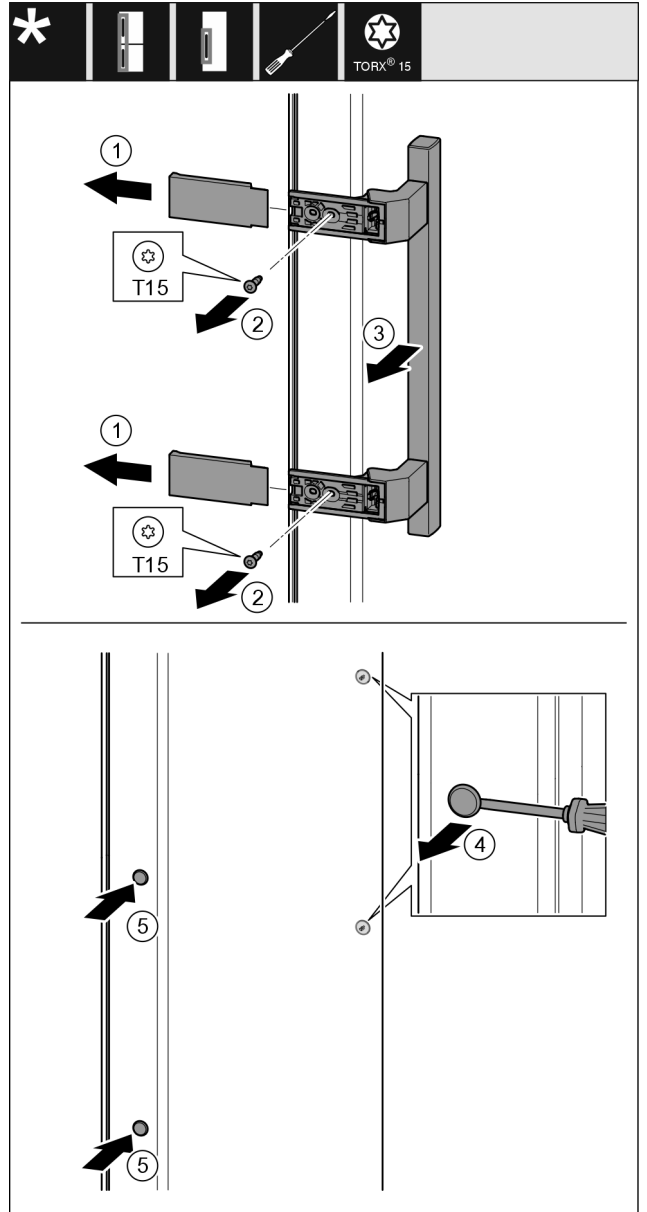

Fig. 18
- ▶ Abdeckung Fig. 18 (1) abziehen.
- ▶ Schrauben Fig. 18 (2) mit Schraubendreher herausdrehen.
- ▶ Griff Fig. 18 (3) abnehmen.
- ▶ Seitlichen Stopfen Fig. 18 (4) vorsichtig mit einem Schlitzschraubendreher anheben und herausziehen.
- ▶ Stopfen Fig. 18 (5) auf der anderen Seite wieder einsetzen.